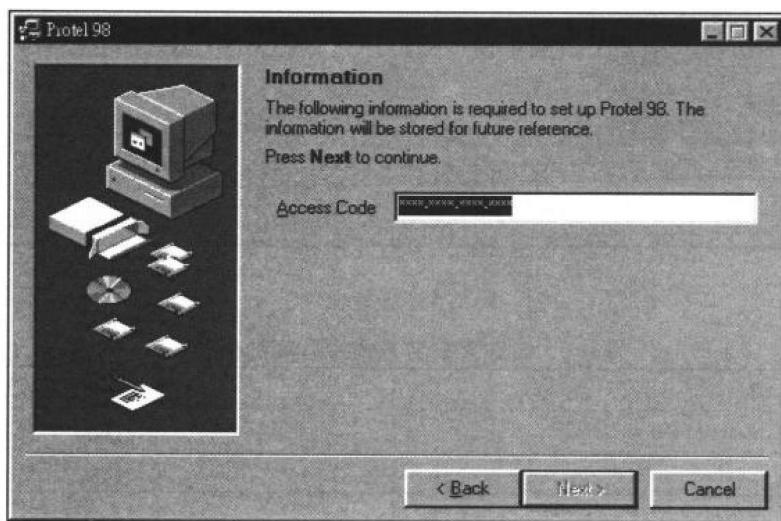

图 1-3 指定序列号
② 单击 **Next >** 按钮, 出现如图 1-3 所示的对话框。这时候请输入序列号, 序列号是软件包自带的, 其中的“-”不必输入。